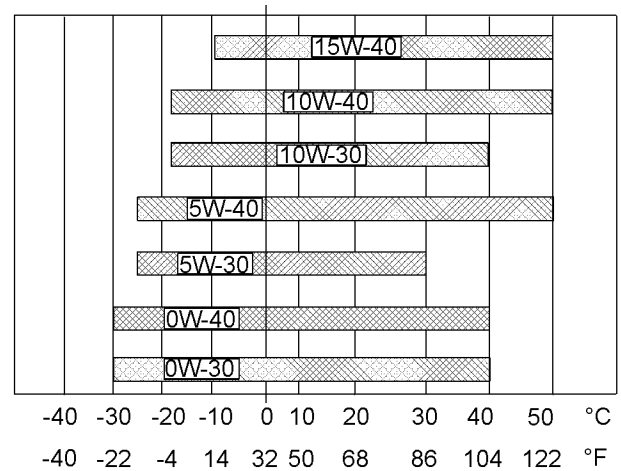

Ilustración 72
Consulte la ilustración 72 (temperatura mínima) con el fin de determinar la viscosidad de aceite necesaria para arrancar un motor frío.
Consulte la ilustración 72 (temperatura máxima) con el fin de seleccionar la viscosidad de aceite para la operación del motor a la temperatura ambiente más alta esperada.
- Consulte las “viscosidades de lubricantes” apropiadas. Consulte la ilustración 72 para encontrar el grado de viscosidad correcto del aceite para el motor.